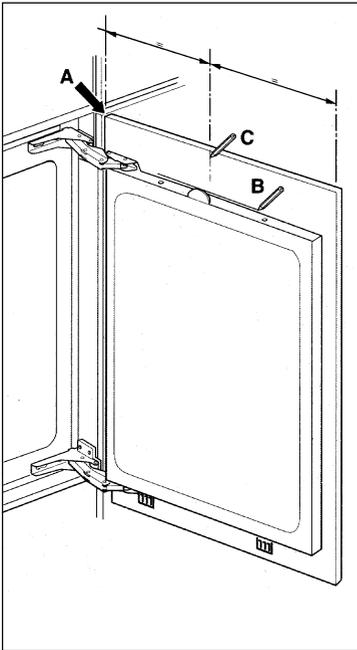

Рис. 5
- ❑ Установите переднюю панель (**рис. 5/А**) заподлицо с расположенной сверху смежной передней панелью и отмаркируйте верхний край двери прибора на передней панели (**рис. 5/В**). Отметьте середину передней панели (**рис. 5/С**).